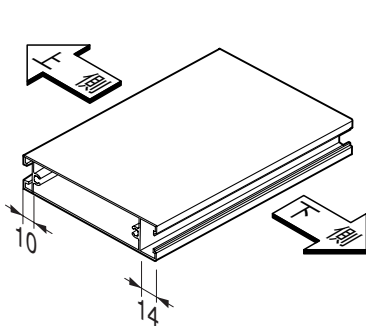

図2-4 A部詳細
- 中棧には上下があります。注意してください。図2-4参照
- ② 図のようにガラスにグレチャンを巻きつけた後、ガラスをはめ込んでください。
- ③ 丁番側框に框取付裏板を入れて、下棧を①-①で取付けてください。